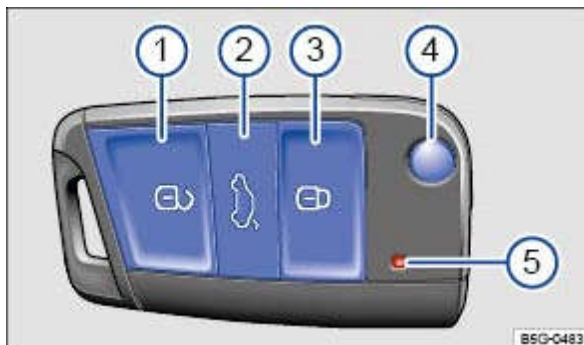

Fig. 25 Clé du véhicule
Légende de la → Fig. 25 :
Appuyez sur la touche → Fig. 25 ④ pour déverrouiller le panneton et le dégager de son logement.
Si vous actionnez plusieurs fois de suite et en l'espace d'un court instant les touches intégrées à la clé du véhicule → Fig. 25 ou l'une des touches de verrouillage centralisé → Verrouillage centralisé et système de fermeture , le verrouillage centralisé se désactive pendant un bref instant afin d'éviter toute surcharge. Le véhicule est alors déverrouillé. Verrouillez le véhicule le cas échéant.